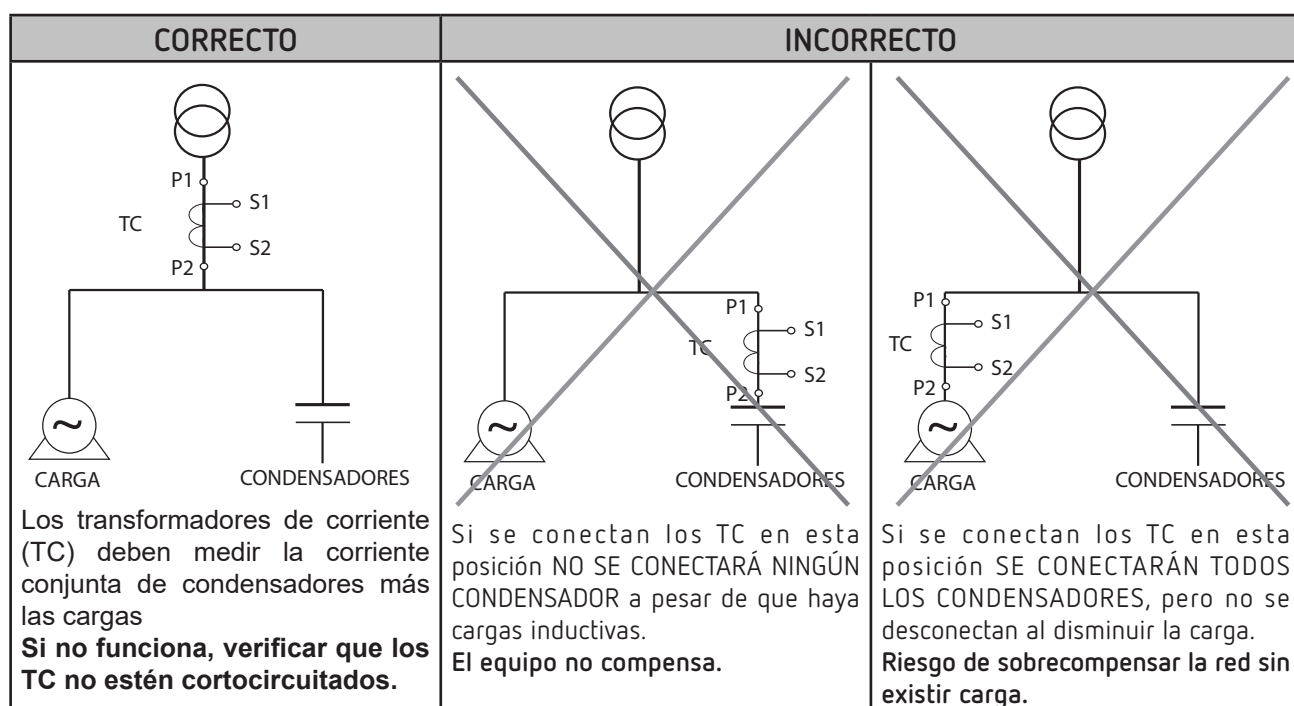

Figura 1: Ubicación de los transformadores de corriente.
Los transformadores de corriente (TC) deben instalarse en un punto de la acometida por el que circule la totalidad de la corriente de las cargas que se desee compensar más la corriente propia de los condensadores (**Figura 1**).